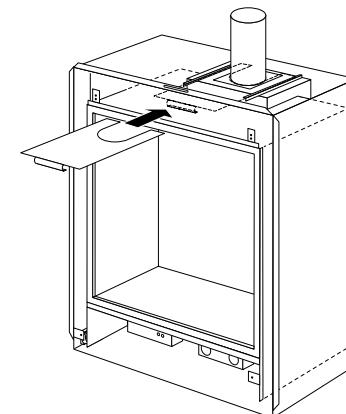

Abb. 6
- Drehen Sie die Klemmplatte mit der Lasche nach unten und schieben Sie die Klemmplatte zwischen die Führungsschienen, so dass die Endstücke den Rohrmund umschließen (siehe Abb. 6). Sorgen Sie dafür, dass die Rohrmundplatte auf das Innenteil gedrückt wird.